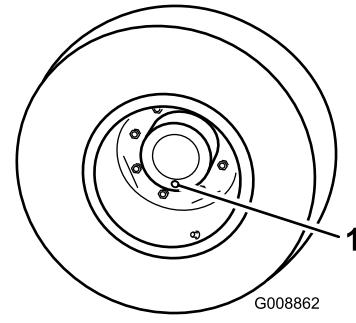

Figura 58
1. Con la máquina en una superficie nivelada, coloque una rueda de manera que uno de los tapones de verificación/drenaje esté en la posición más baja (posición de las 6) (Figura 58).